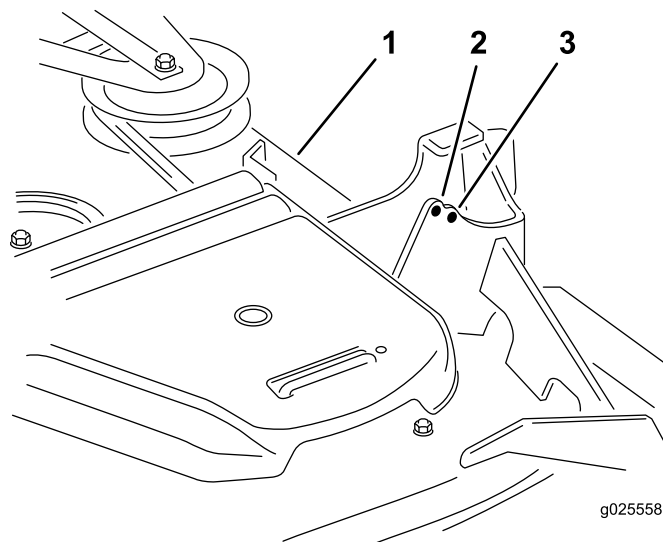

**Figura 84**
**Nota:** La carcasa de corte viene de fábrica acoplada a los orificios delanteros (Figura 84). Si es necesario, utilice los orificios traseros para obtener un ajuste mayor durante la nivelación de la carcasa de corte.